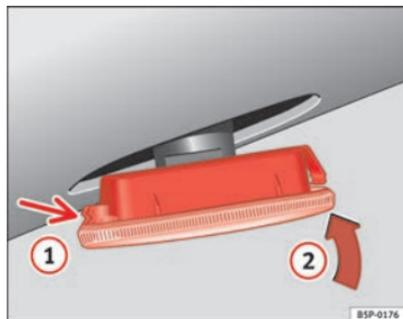

Abb. 189 Seitlicher Blinker
⇒ Abb. 189, Pfeil ①.
- Die Lampe in Pfeilrichtung ② ⇒ Abb. 189 einsetzen. ■